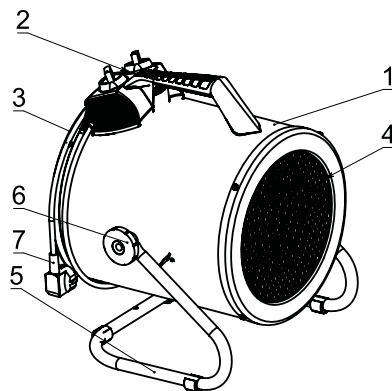

Рис. 1. Конструкция теплоventильатора
Несущая конструкция теплоventильатора (рис.1) состоит из кожухов наружного (1) и внутреннего, изготовленных из листовой стали и имеющих цилиндрическую форму. Во внутреннем кожухе размещены вентилятор, и трубчатые электронагревательные элементы из нержавеющей стали. Снаружи кожуха расположен корпус блока управления (2). Кожух наружный закрытый воздухозаборной (3) и воздуховыпускной (4) решетками, барашковыми винтами (6) монтируется к опоре (5), и имеет возможность регулировки угла наклона корпуса. Угол поворота фиксируется барашковыми винтами. Вентилятор затягивает воздух через отверстия воздухозаборной решетки. Воздушный поток, втянутый вентилятором в корпус, проходя между петлями трубчатых электронагревательных элементов, нагревается и подается в помещение через отверстия воздуховыпускной решетки. Прибор оборудован кабелем (1,2 м с сечением 3x1,5 мм) с вилкой для подключения к электросети.